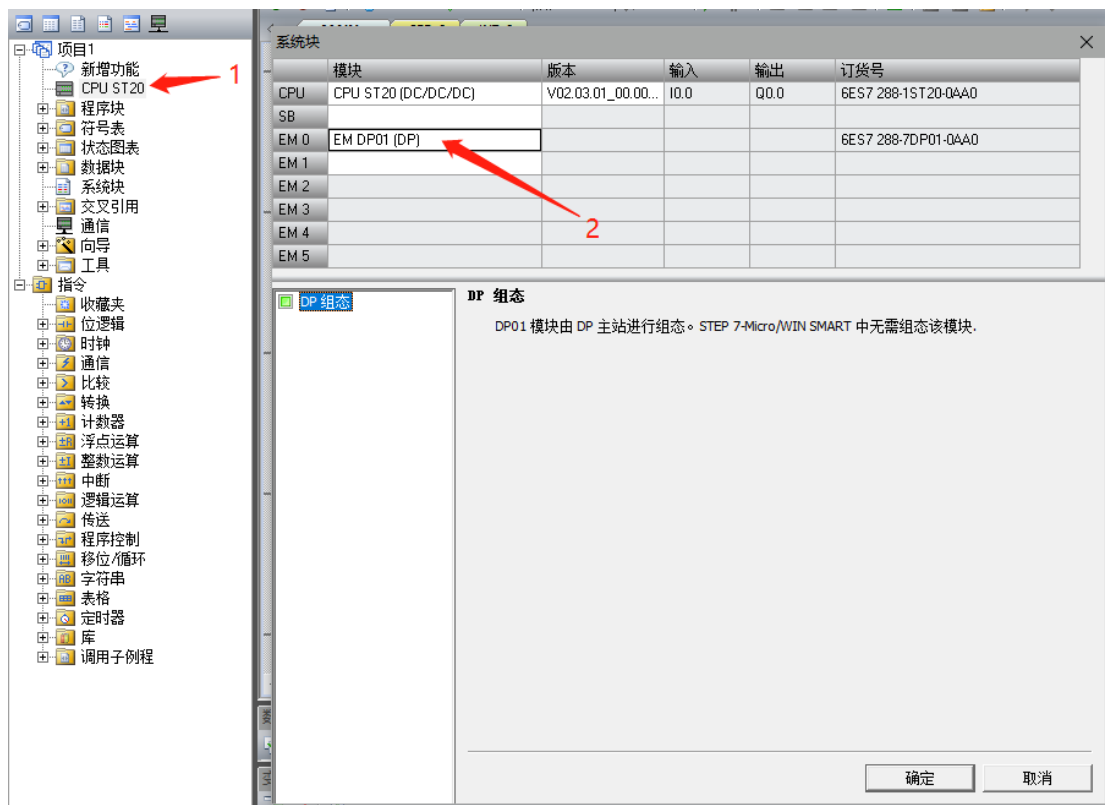

图1.1-2
- 2, 在实际槽位选择 “EM DP01” 模块，如图 1.1-2。